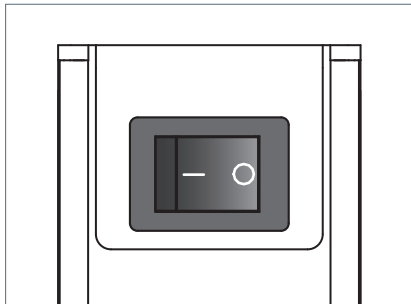

Fig. 4: Interruttore.
- ▶ Premere l'interruttore, vedi Fig. 4.